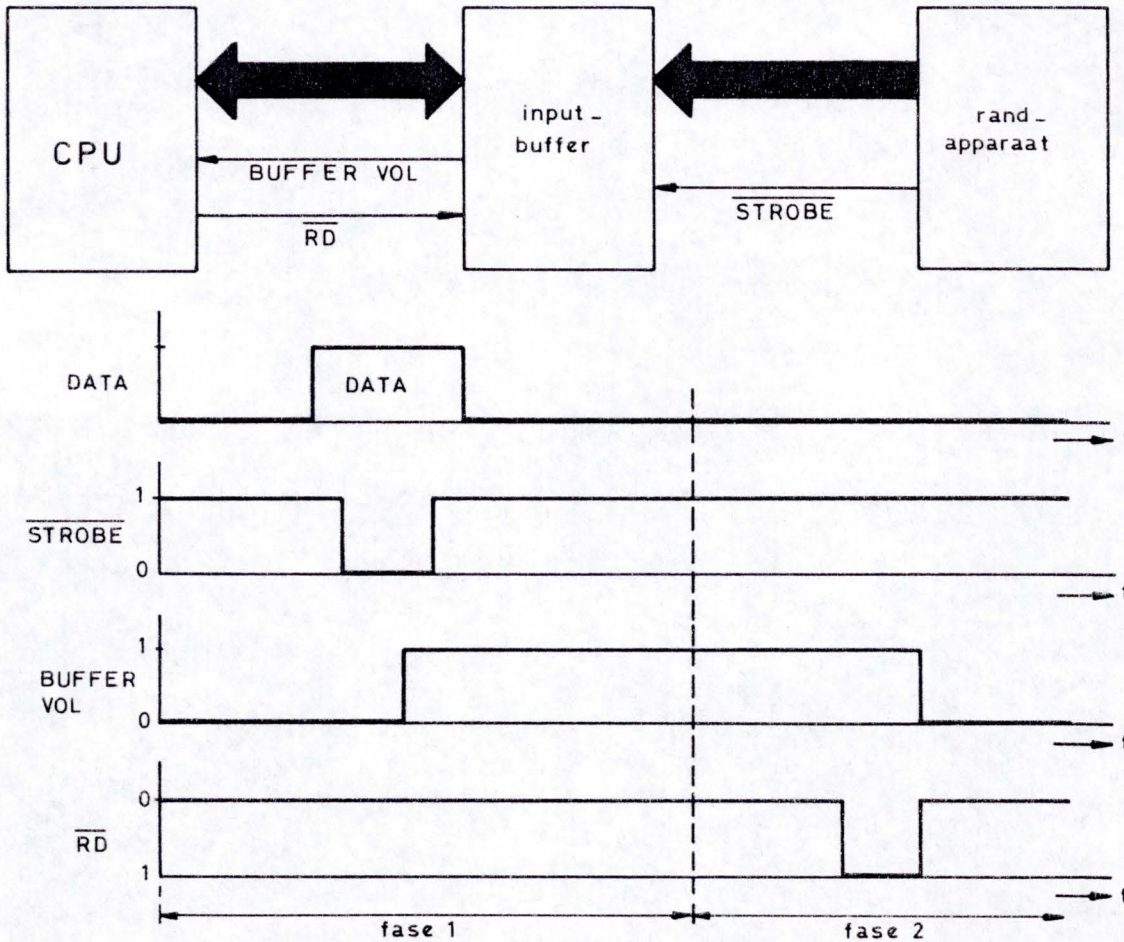

fig.13
De gang van zaken bij strobed input is in fig.13 weergegeven.
1. Geprogrammeerde I/O. De CPU moet, m.b.v. input-instructies, het STROBE-sigitaal continu testen. Is dit sigitaal actief (in fig.13 geldt 0 = actief), dan kan de data, weer met een input-instructie, worden ingevoerd.
2. Strobed I/O. In de I/O-module is dan een input-buffer opgenomen (fig.13). Deze input-buffer bestaat uit 8 flip flops (tenminste bij 8-bits microcomputers), die op commando van het STROBE-sigitaal de data van het randapparaat opslaan. De bijbehorende besturingslogica geeft dan een actief BUFFER VOL-sigitaal aan de CPU af. Dit sigitaal blijft actief, totdat de CPU d.m.v. een leesopdracht (b.v. een input-instructie) de inhoud van de input-buffer heeft uitgelezen. Daarna is de input-buffer weer in staat nieuwe data van het randapparaat op te slaan, totdat de CPU deze weer kan overnemen. De gehele actie is in twee fasen te verdelen, nl. fase 1, de hardware-actie, waarbij de data door het STROBE-sigitaal in de input-buffer wordt geklokt en fase 2, de software-actie, waarbij de CPU de inhoud van de input-buffer overneemt.